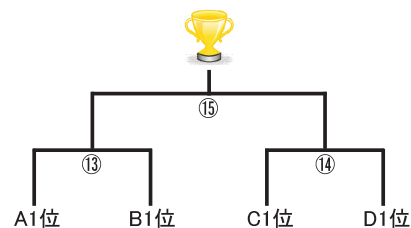

Fig. 3 第2 試技組み合わせ表 (シード順は第1 試技に基づく)
- 予選の組み合わせは第1 試技の結果に基づき、図3 で与えられる。
- 決勝は、各ブロックの決勝進出チームによる全4 チームのトーナメント方式で競技を行う (組み合わせは図3 参照)。